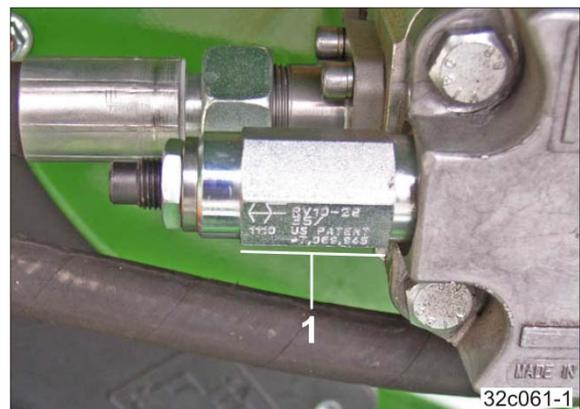

Fig. 164
- 2.2 Druckbegrenzungsventil mit Sechskant-Außenkontur (Fig. 164/1)